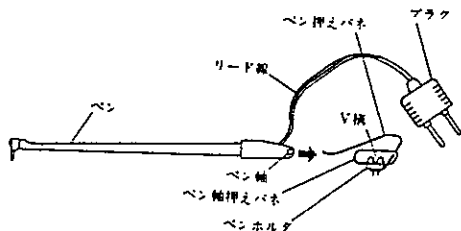

図 5-2
- ・8K32 ( 20mm p-p 円弧書き ) の場合、ペンホルダ ( 図5-2 ) はコイル中心とペン中心とが一致する様に前もって取付けてありますのでペンホルダの止めネジは決してゆるめないでください。ペンホルダとコイル中心がずれますと直線性、感度等の特性が出ませんのでご注意ください。